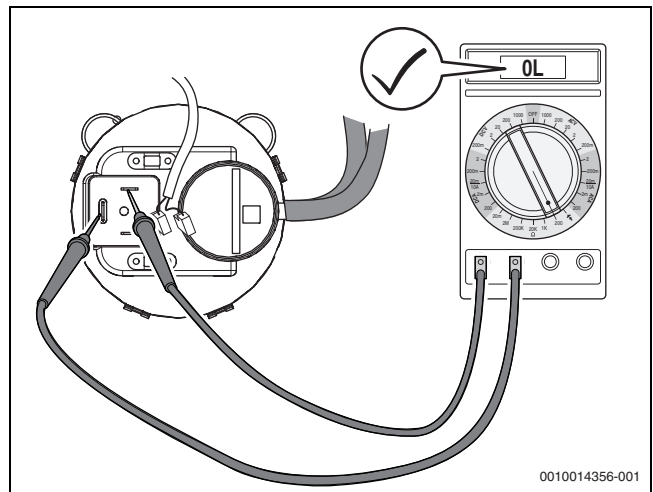

Рис. 76 Проверка проводимости дифференциального реле давления (реле в порядке)
- ▶ Отсоедините электрические провода на дифференциальном реле давления и измерьте сопротивление на контактах (→ рис. 76).